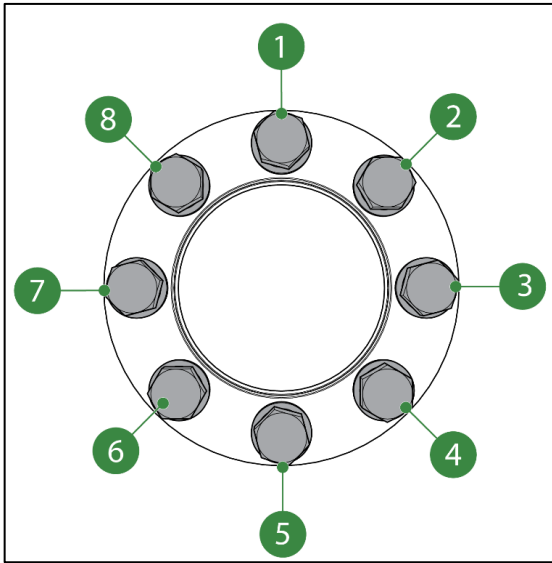

Figure 3-2 : Numérotation des boulons
Figure 3-2 : Système d'intégration à la tuyauterie avec 2 orifices : 1 capteur à ultrasons (US) (à droite) à un angle de 45° vers le bas et 1 capteur de température (à gauche)
24. Numérotez tous les boulons (Figure 3-2) à des fins d'enregistrement.